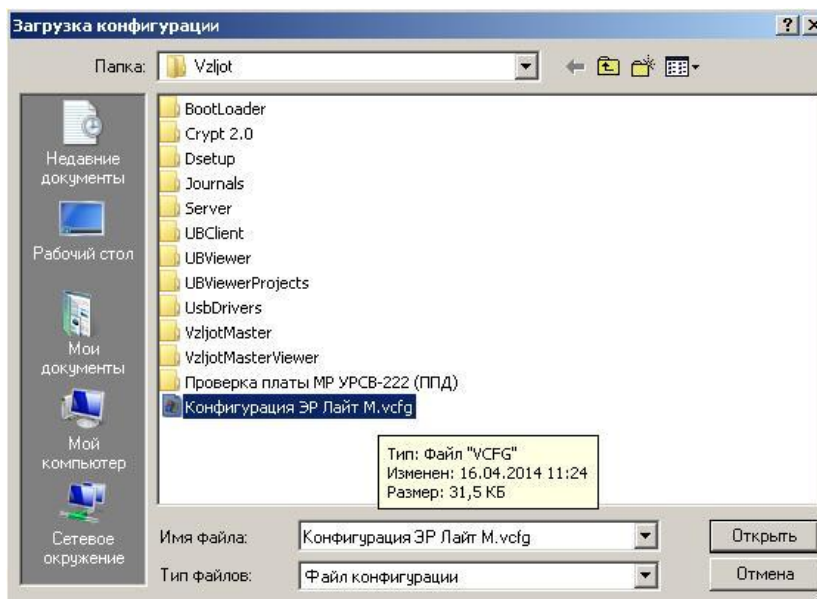

Рис.22. Окно «Загрузка конфигурации»
- в программе «Универсальный просмотрщик» выбрать пункт «**Проект**» / «**Конфигурация**» / «**Загрузить конфигурацию**» и выбрать файл конфигурации для загрузки (рис.22).